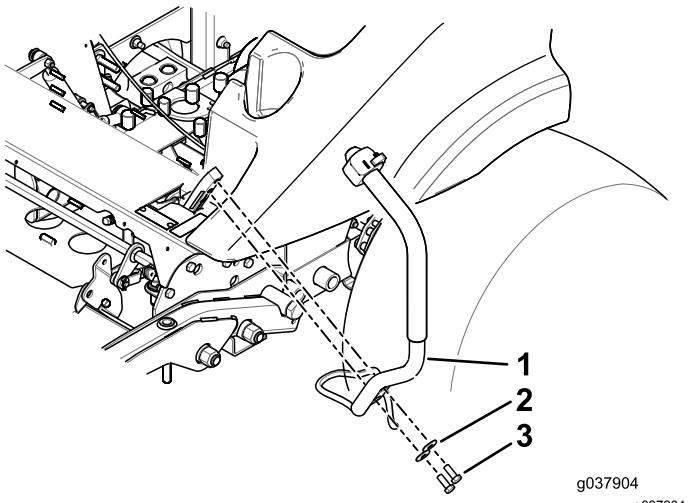

Bild 13
2. Montieren Sie den neuen Hebel mit den vorhandenen Scheiben und Schrauben (Bild 13).